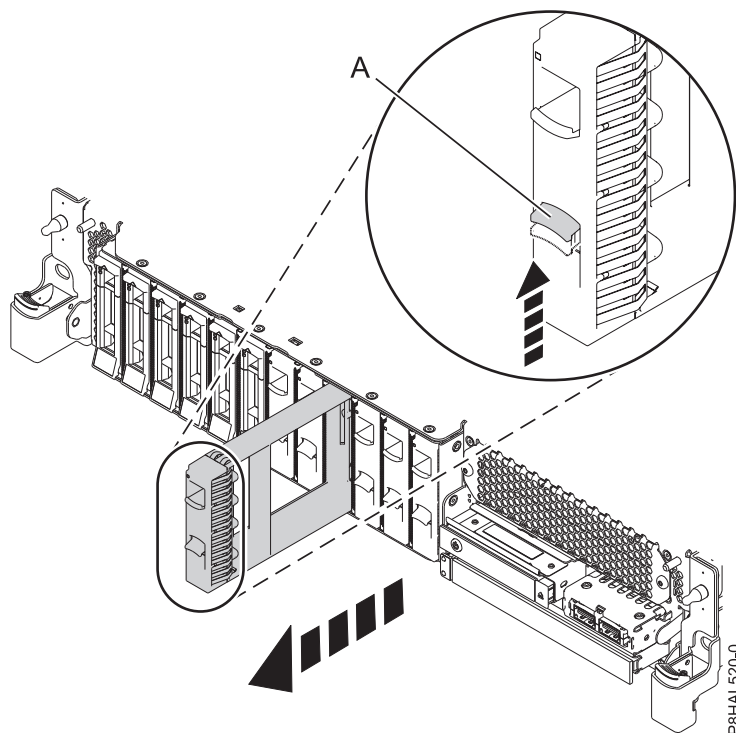

Figura 39. Extracció d'un panell de reblliment d'unitats de disc d'un sistema
3. Empenyeu la peça de bloqueig (**A**) de la nansa del panell de reblliment en la direcció que es mostra a la Figura 39 a la pàgina 51.